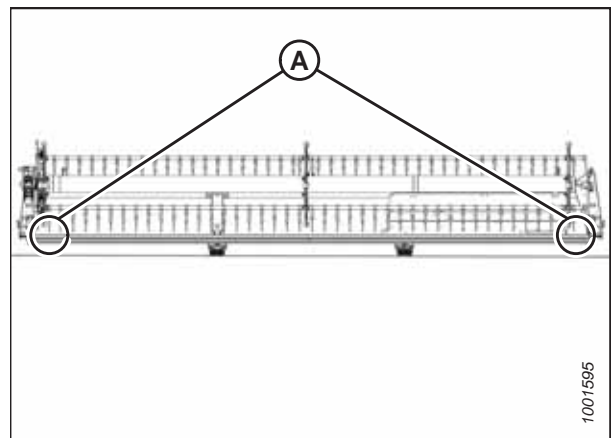

Figura 4.279: Locais de medição FlexDraper® — Molinete único
- Plataformas de molinete único: Figura 4.279, página 657